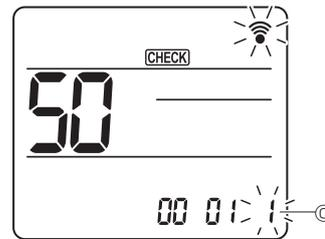

Fig. 6-19
- Ayar numarasını [C] değiştirmek için [SEÇİM] düğmesini kullanın. (Fig. 6-19)